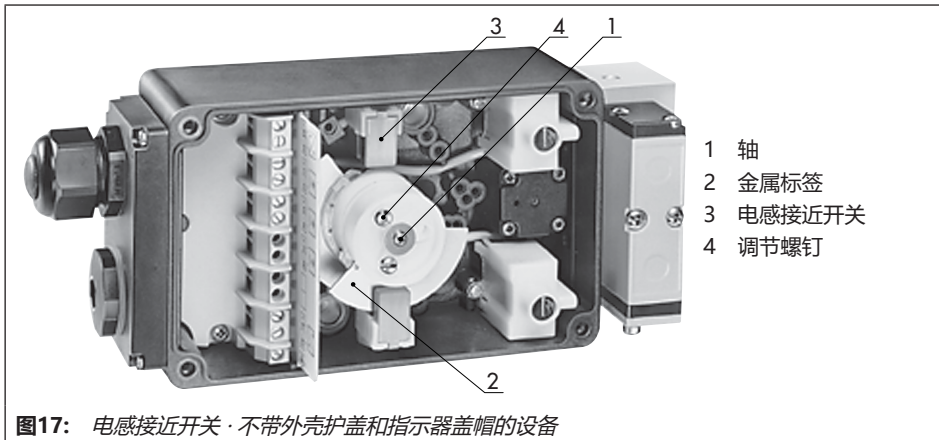

图17: 电感接近开关·不带外壳护盖和指示器盖帽的设备
带有电感接近开关 (3) 的装置的轴 (1) 最多有三个可调金属标签 (2) (请参见图17)。